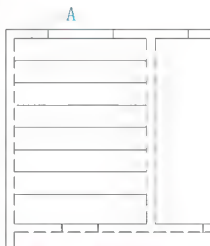
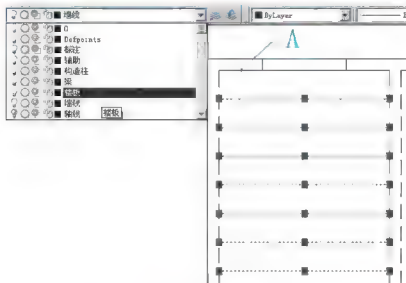
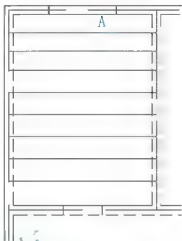

图 5.26 偏移生成楼板
图 5.27 换图层
图 5.28 延伸楼板线
(1) 单击【修改】工具栏上的【偏移】图标,启动【偏移】命令,将 A 线向下分别偏移 7 个 600mm,如图 5.26 所示。
(2) 换图层:由于楼板是由墙线偏移得来的,所以楼板目前位于【墙线】层上,需要将楼板换到【楼板】层上。
① 在无命令的状态下选中所有楼板,打开【图层控制】下拉列表并选择【楼板】图层,如图 5.27 所示。
② 按 Esc 键取消夹点,这样所有被选中的楼板线由【墙线】层换到【楼板】层上。
③ 打开【轴线】图层,将楼板线两端用【延伸】命令延伸至轴线,生成楼板的支撑长度,结果如图 5.28 所示。